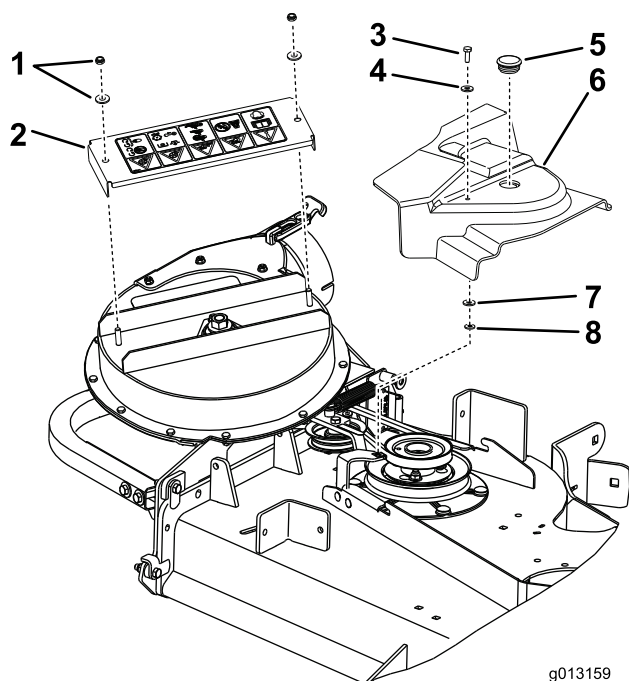
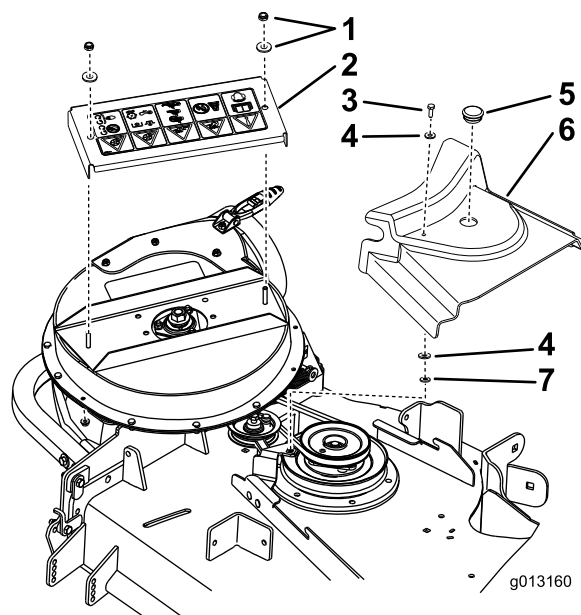

Figure 3
Figure 4
1. Déposez le couvercle de ventilateur existant (Figure 3). Conservez les fixations.
3. Déposez le couvercle de courroie existant (Figure 3 ou Figure 4).
4. Fixez le boulon (1/4 x 3/4 po) et une rondelle plate (5/16 po) sur le couvercle de courroie au moyen d'une rondelle plate (1/4 po) et d'un écrou poussoir (1/4 po) (Figure 3 ou Figure 4).
5. Posez le couvercle de courroie et serrez le boulon (1/4 x 3/4 po) (Figure 3 ou Figure 4).
6. Fixez le nouveau couvercle de ventilateur à l'aide des fixations retirées précédemment (Figure 3 ou Figure 4).
7. Placez l'obturateur en plastique dans le couvercle de courroie existant (Figure 3 ou Figure 4).